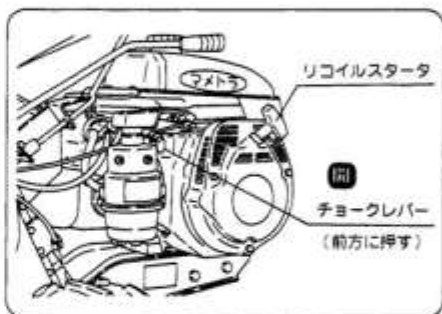

図7
- ⑦ リコイルスタータを引張りエンジンが始動したらチョークレバーを「開」の位置にしてください。
- リコイルスタータを3回以上引張っても始動しない時は燃料の吸いすぎになりますのでチョークレバーを「開」の位置にしてから再度リコイルスタータを引張ってください。(図7)